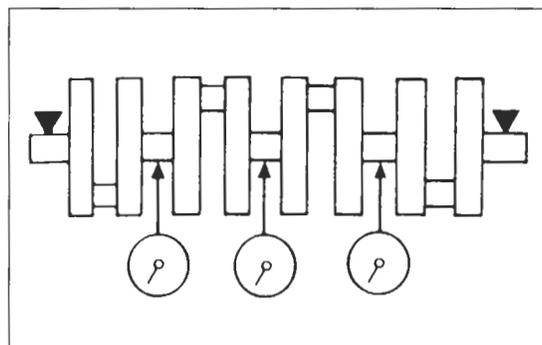

Bild 145
-  Kurbelwelle wie in Bild 145 lagern und Schlag der Lagerzapfen messen; Verschleissgrenze 0,03 mm.